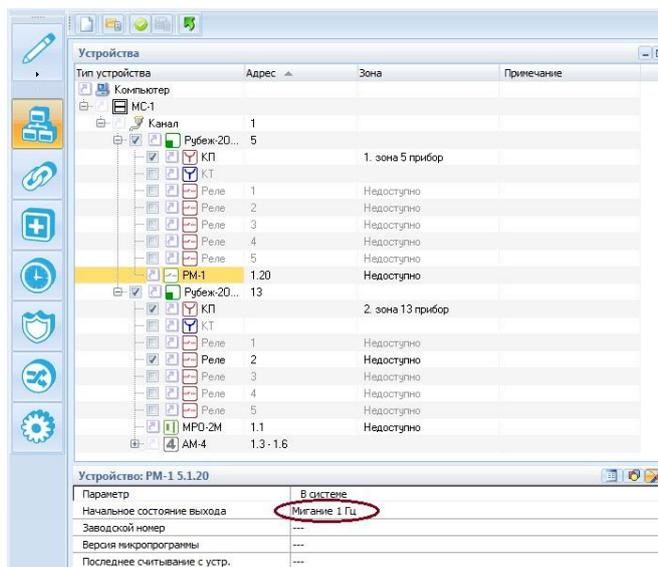

Рис. 10 Вкладка **Прочие настройки**, нач. состояние выхода устройства РМ-1
- при возврате сценария к исходному состоянию (после пропадания истинности условия в логике включения) внешние устройства будут во всех случаях приводиться к выключенному состоянию (игнорируется начальное состояние внешнего исполнительного устройства, которое настроено в окне **Свойства устройства**, вкладка  *Прочие настройки*, Рис. 10).